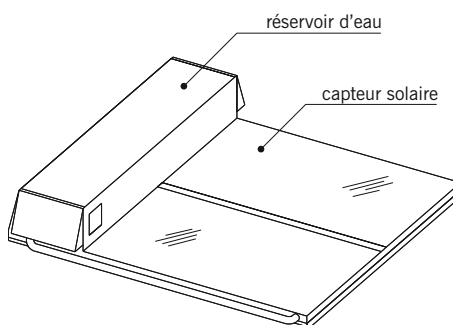

fig. 14.12
- Le **chauffe-eau solaire compact** ou **monobloc** constitué d'un seul élément regroupant le capteur solaire et le ballon de stockage de l'eau (fig. 14.12). L'ensemble installé sur la toiture fonctionne selon le principe du thermosiphon : l'eau chauffée circule d'elle-même, du capteur vers le ballon sans l'aide d'une pompe, grâce à la différence de densité entre l'eau froide et l'eau chaude.